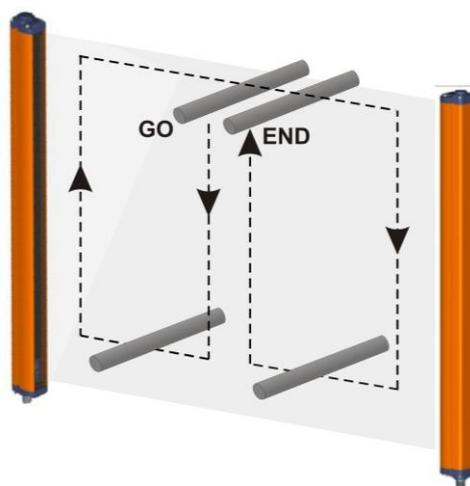

Abb. 12
- die ESPE im blockierten Zustand (➡|) verweilt, wenn die Strahlen entlang des Schutzfeldbereichs mit einem angemessenen Teststab (Test Piece) und gemäß des auf Abb. 12 dargestellten Schemas unterbrochen werden.